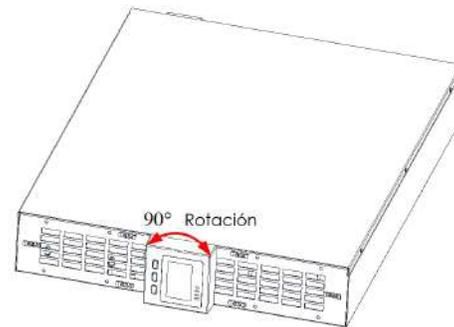

FIG.2.12. ROTACIÓN DEL PANEL LCD
3. Tire suavemente del panel de control LCD, gírelo 90 grados en el sentido de las agujas del reloj (1/1) o en el sentido contrario a las agujas del reloj (3/1) y vuelva a colocarlo en su posición, como se muestra en la Fig. 2.12.